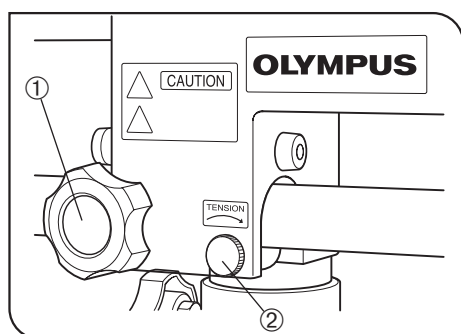

Fig. 16
1. För att flytta den horisontella armen horisontellt, lossar man den horisontella klämskruven ①.
Spänningen på den horisontella rörelsen kan justeras med spänskruv för horisontell rörelse ②. Vridning av reglaget i pilens riktning ökar spänningen och vridning i andra riktningen minskar denna. (Fig. 16)